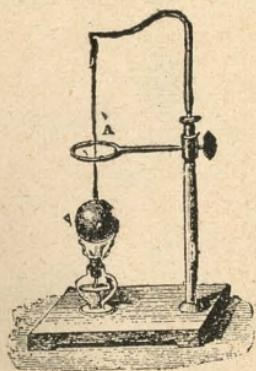

Fig. 75.—Pirómetro de S' Gravesande.
**7. Dilatación cúbica.—Anillo de S' Gravesande.**—Se demuestra la *dilatación cúbica* por medio del *anillo de S' Gravesande* (fig. 75). Este aparato se compone de un anillo metálico por el cual puede pasar libremente, á la temperatura ordinaria, una esfera de cobre de un diámetro aproximadamente igual al del anillo; pero si se calienta esta bola por medio de una lámpara de alcohol, no se puede entonces hacerla pasar por el anillo; lo que prueba el aumento de su volumen.